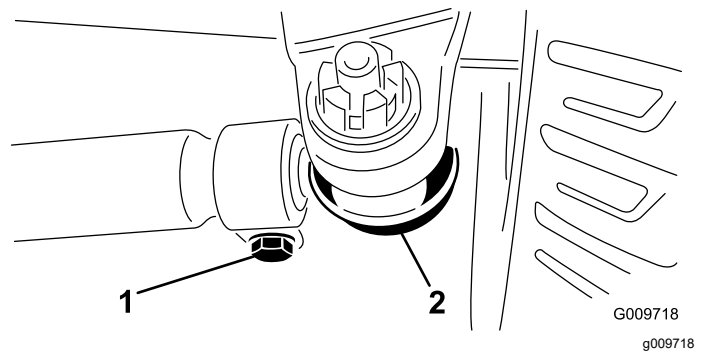

Figure 110
4. Desserrez les fixations aux deux extrémités des biellettes (Figure 110).